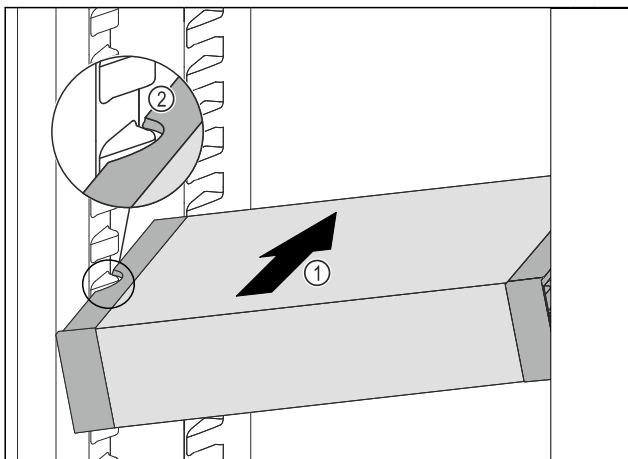

Fig. 93
- VarioSafe schuin in het koelgedeelte schuiven Fig. 93 (1), tot de uitsparingen aan de zijkant Fig. 93 (2) van de VarioSafe op de hoogte van de rib in het koelgedeelte zitten.